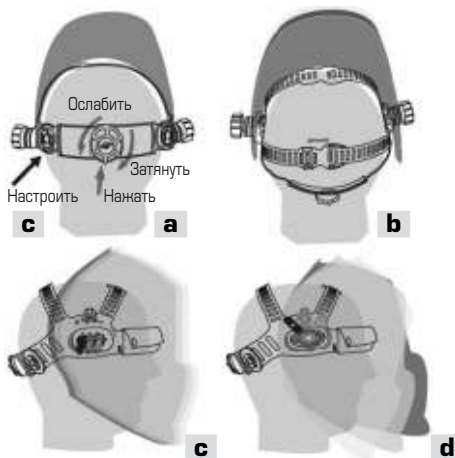

Рис. 1 Настройка удобства работы
a) Наденьте маску на голову. Нажмите регулируемую ручку вниз (в заднем положении головы), одновременно вращая ее против часовой стрелки, чтобы увеличить длину окружности обруча, или по часовой стрелке, чтобы уменьшить длину окружности головного обруча (см. рис. 1а).
b) Настройте оптимальную глубину маски (см. рис. 1б).
c) Настройте расстояние между маской и лицом (см. рис. 1с).
e) Настройте угол обзора (см. рис. 1а).